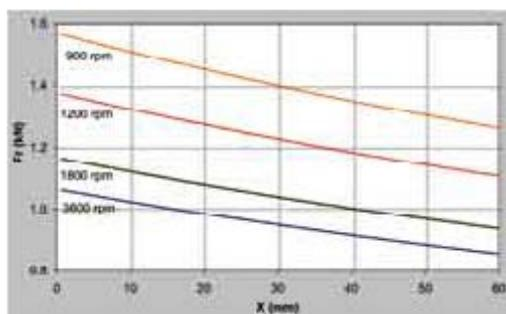

Figura 13.16 – Carcaça IEC 100 com rolamentos de esferas
A força radial Fr calculada não pode ser superior aos limites de forças radiais suportadas pelo eixo e rolamentos. Os valores limites das forças radiais suportadas pelo motor (eixo e rolamentos) estão disponíveis em gráficos no item 13.4, de acordo com a dimensão da carcaça e número de pólos do motor considerado. Nos casos em que a força radial Fr calculada seja superior aos limites de resistência mecânica do eixo e/ou rolamentos, o acoplamento deverá ser redimensionado até que as forças resultantes sejam inferiores aos valores máximos admissíveis. Para o exemplo em questão, a força radial máxima admissível é de cerca de 1,04 kN (= 1040 N = 106 kgf), se aplicada na metade do comprimento da ponta do eixo ($X = 30 \text{ mm}$, 1800 rpm, no gráfico da figura 13.16, motor da carcaça 100L).